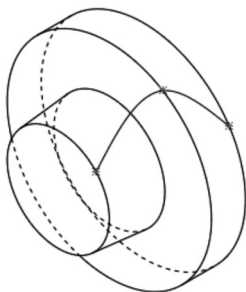

图 6-26 生成一条通过参考点的曲线
- [6] 单击【确定】按钮，生成一条通过参考点的曲线，如图 6-26 所示。